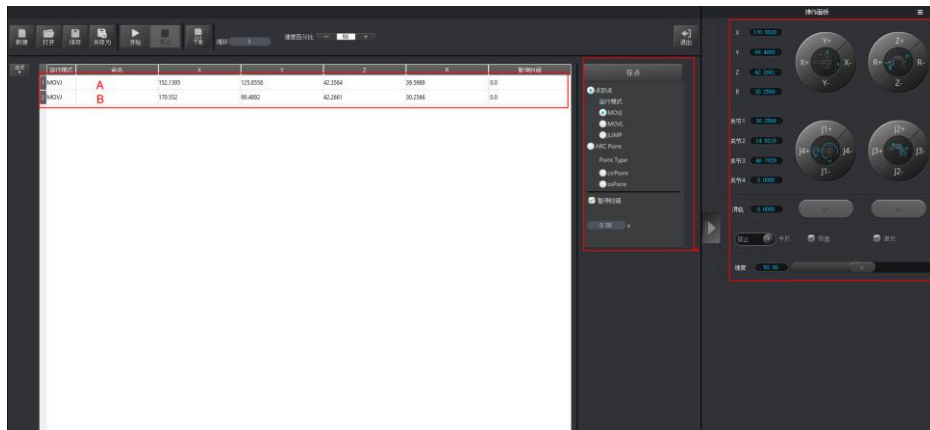

图 5.28 存结束点 B
5. 单击“存点”，保存结束点B对应的Magician Lite坐标信息。如图 5.28所示。